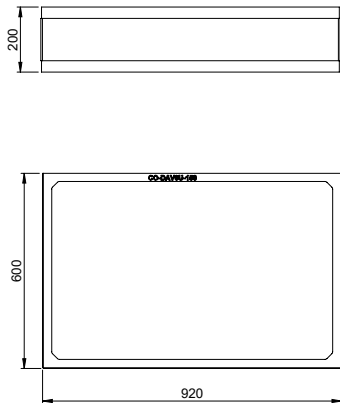

FIG 2
Sicherheitsabstand zu brennbarem Material (FIG 2)
Distances de sécurité (FIG 2)
FIG 2 a
* → FIG 2 C